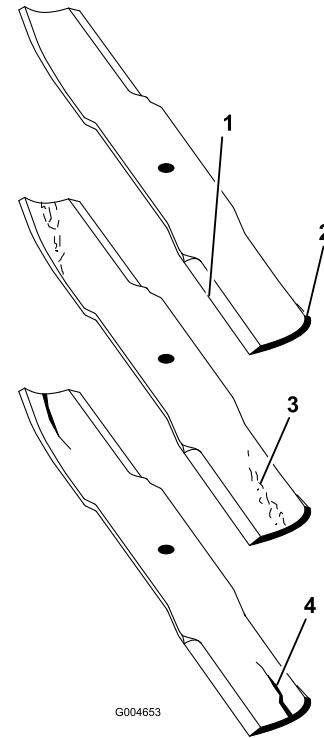

Figura 92
- Examine cuidadosamente as extremidades da lâmina, prestando especial atenção à zona onde se encontram as partes curvas e planas da lâmina (Figura 92). Deverá verificar o estado da lâmina antes da operação de corte, já que a areia e outro material abrasivo poderá desgastar o metal que liga a parte curva e plana da lâmina. Se verificar que esta zona se encontra desgastada (Figura 92), substitua a lâmina.
Se a lâmina continuar a sofrer este tipo de desgaste irá formar-se uma ranhura entre a parte curva e a parte plana da lâmina (Figura 92). Eventualmente, pode soltar-se algum pedaço da lâmina e projectar-se, ferindo-o a si ou a qualquer pessoa próxima.